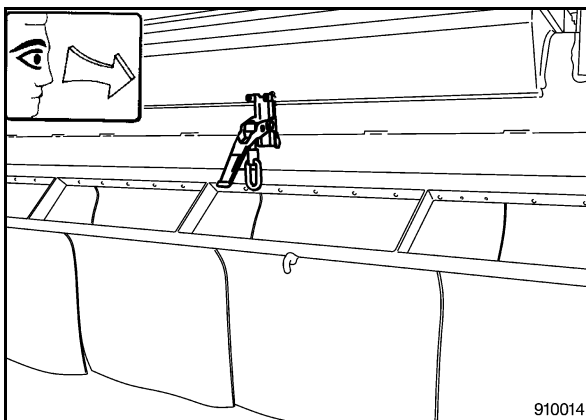

Bild 24
- Spanner lösen und Schürze abklappen (Bild 24).